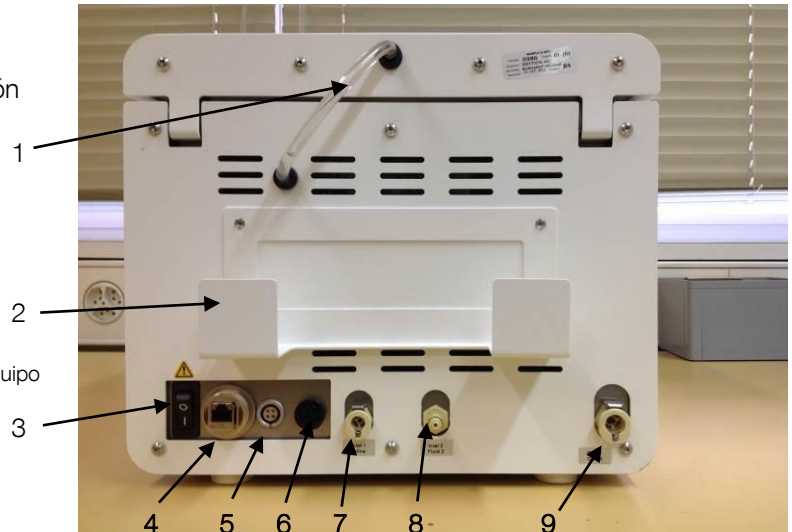

Fig. 7.1
Inserte la fuente de alimentación en su soporte en la parte posterior (ver la Fig. 7.1, pto. 2) y conecte el en la toma de tensión continua (Fig. 7.1, pto. 5). Conecte el cable de alimentación que se suministra a la fuente de alimentación y, a continuación, enchúfelo a la toma de corriente.
Conecte el tubo flexible de llenado a la entrada 1 (Fig. 7.1, pto. 7) en la parte posterior y sumerja el otro extremo del tubo flexible con el tubo de aspiración en el recipiente con la solución salina.
Si el equipo dispone de la entrada opcional 2, conecte el conector del tubo flexible de llenado 2 a la entrada posterior 2 (Fig. 7.1, pto. 8) y sumerja el otro extremo del tubo flexible con el tubo de aspiración en el recipiente con solución fluida 2.
Conecte el conector del tubo flexible de vaciado a la salida trasera (Fig. 7.1, pto 9) y conecte el otro extremo del tubo flexible al contenedor de residuos peligrosos.
Conecte el interruptor de encendido y apagado (Fig. 7.1, pto. 3) (ON). El proceso de puesta en marcha dura aproximadamente un minuto.